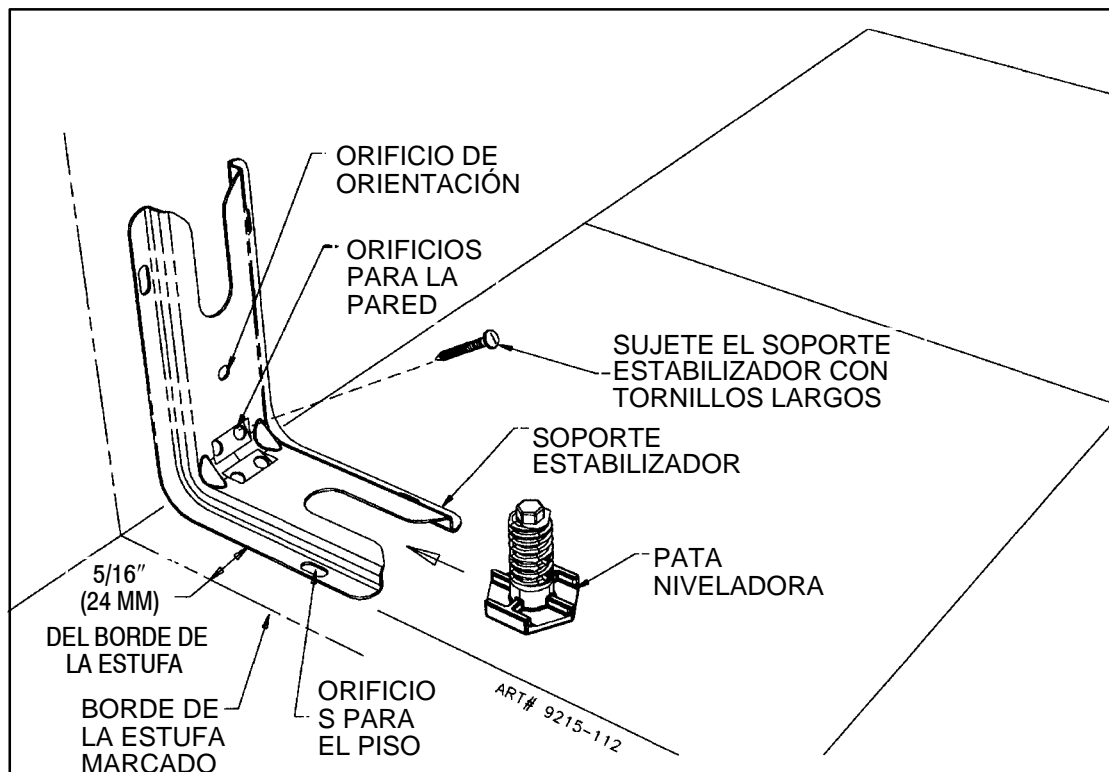
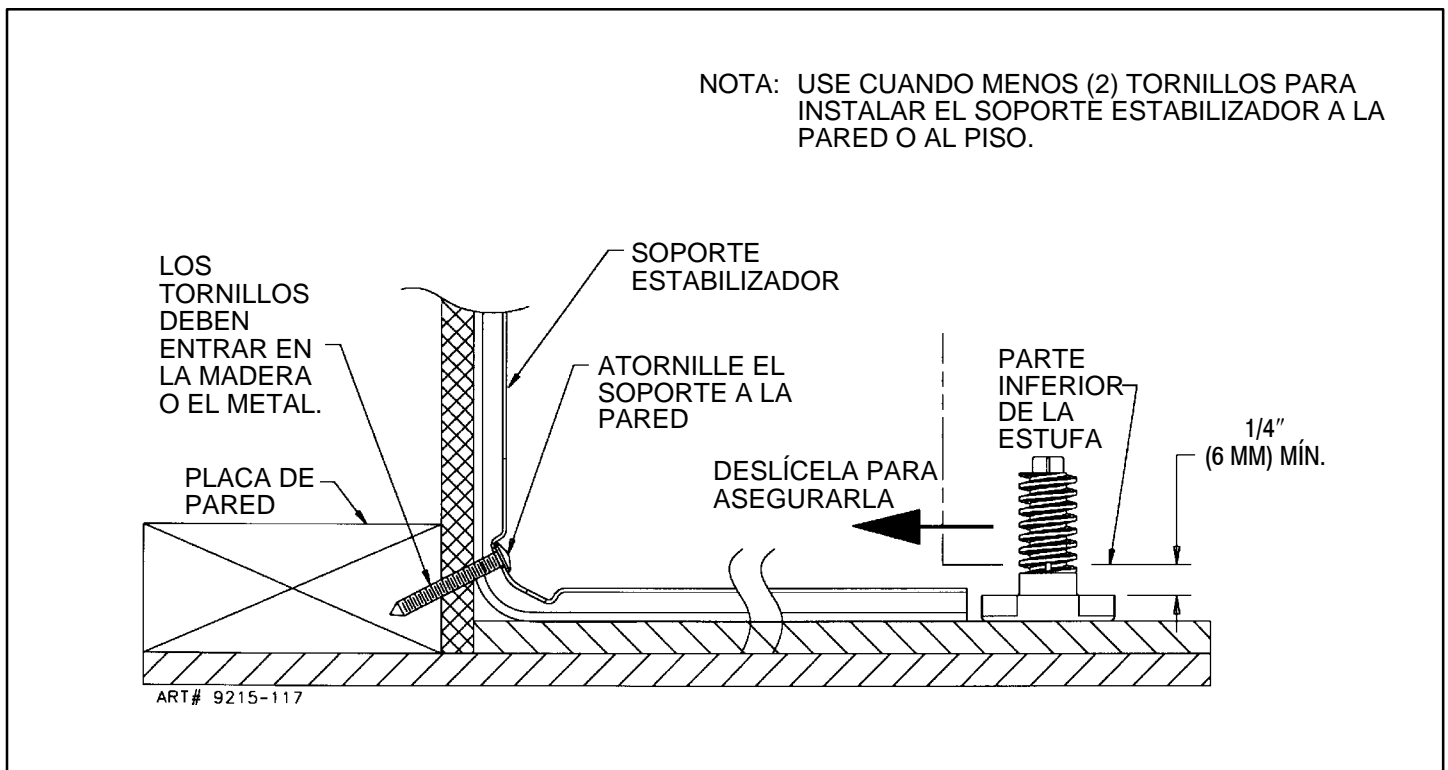

FIGURA 3
FIGURA 4
## PASO 1 -Ubicación del soporte ESTABILIZADOR (vea la figura 3)
- Coloque el SOPORTE del "BORDE" marcado a 15/16" (24 mm) del centro de la abertura y contra la pared posterior según se muestra en la figura 3, con el orificio de orientación hacia la pared.
- Use el soporte como plantilla y marque los orificios necesarios, según se muestra en la figura 3, para el tipo de construcción que se utilizará.
- Piso: Ubique el centro de los dos orificios que se identifican en la figura 3 como "ORIFICIOS PARA EL PISO". Taladre un agujero piloto de 1/8" (3 mm) en el centro de cada orificio (puede utilizarse un clavo o una lezna si no tiene una broca). Asegure el soporte ESTABILIZADOR al piso con los dos tornillos que se proporcionan. Continúe con el PASO 3.
- Pared: Ubique el centro de los dos orificios que se identifican en la figura 3 como "ORIFICIOS PARA LA PARED". Taladre un agujero piloto en ángulo de 1/8" (3 mm) en el centro de cada orificio según se muestra en la figura 4. (Puede utilizarse un clavo o una lezna si no tiene una broca). Asegure el soporte ESTABILIZADOR al piso con los dos tornillos que se proporcionan según se muestra en la figura 4. Continúe con el PASO 3.
- B. Alinee la estufa en la ubicación que se desee y deslícela hacia atrás en su lugar. Nota: Se necesita una distancia mínima de 1/4" (6 mm) entre la estufa y la pata niveladora que asegurará el SOPORTE ESTABILIZADOR, vea la figura 4.